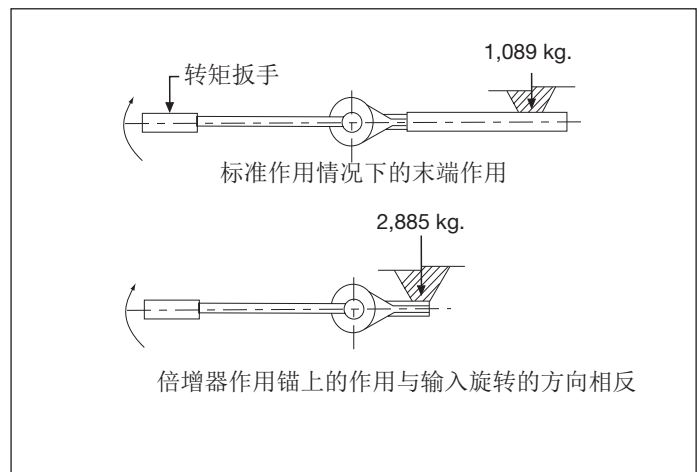

图 5 – 离倍增器越近，作用力越大
5. 使用转矩扳手拧紧：确定所需的正确输入扭矩（参见工具上的扭矩铭牌），或参考第 4.0 节“规格表”。输出扭矩精度要求在扭矩倍增器上串联一个精确的转矩扳手。使用转矩扳手施加扭矩，直到达到所需的输入扭矩为止（图 5）。